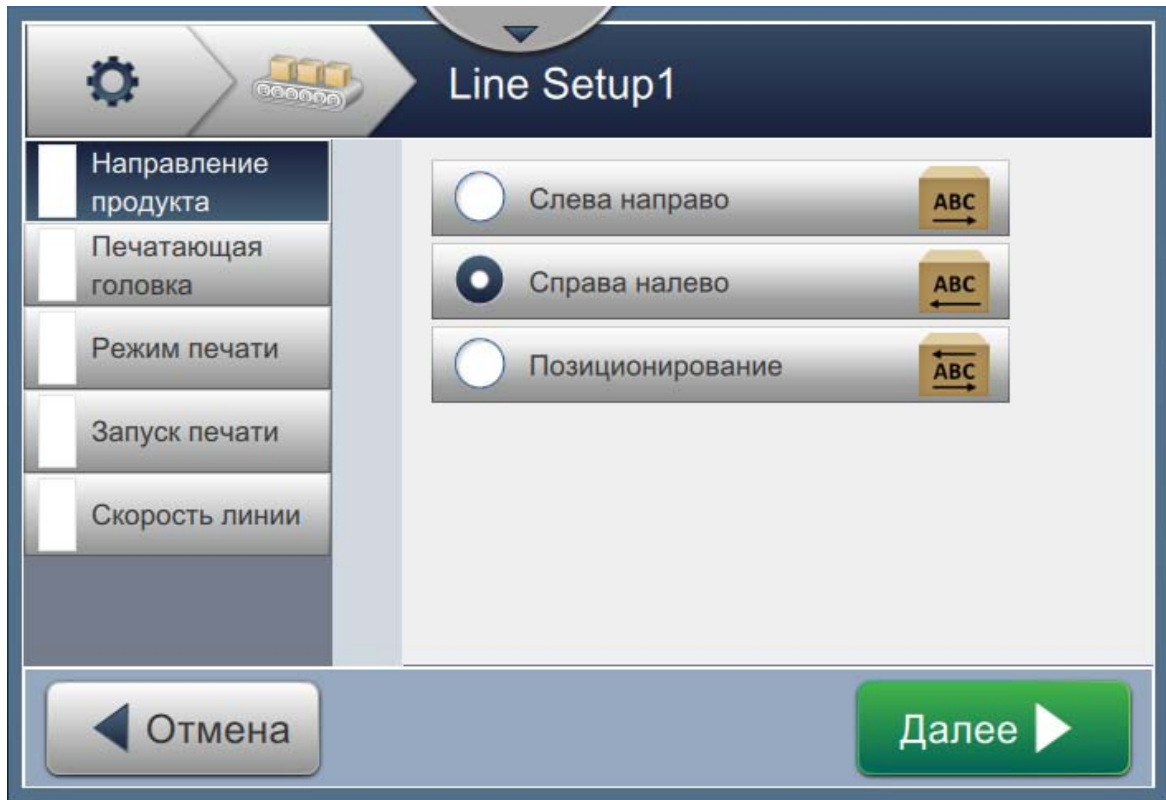

Рис. 6-27. Параметры наладки линии
4. Чтобы настроить наладку линии, выполните инструкции для каждой настройки, выбирая нужные параметры, как показано на Рис. 6-27.
1. Нажмите параметр *Направление продукта* на экране параметров наладки линии, как показано на Рис. 6-27.